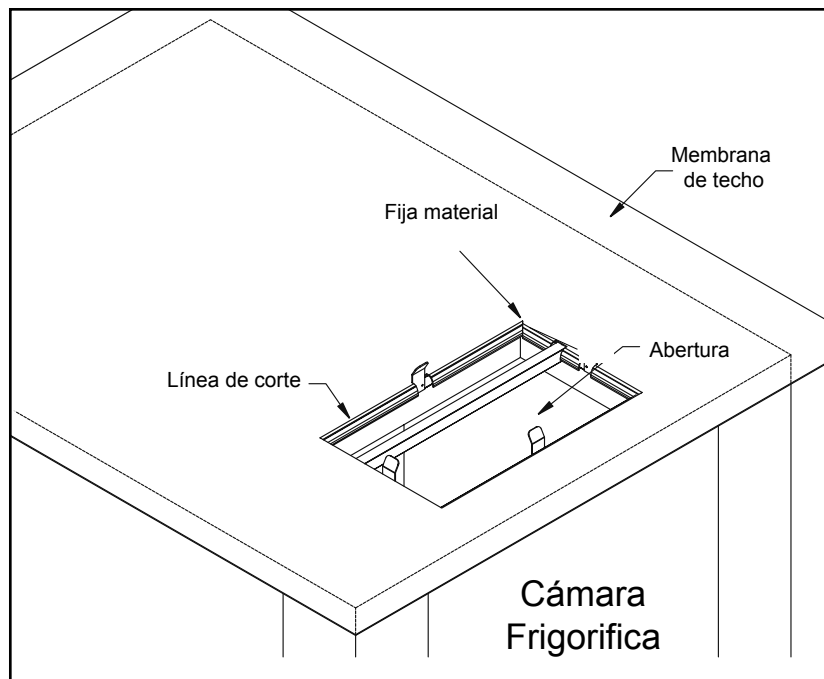

Figura 2
5. Retire el ensamblaje de la claraboya y taladre cuatro orificios de 9/16" (12 mm.) de diámetro a través de los dos ángulos superiores de la sección de la unidad de condensación. Taladre completamente a través de la pared de acceso e inserte las varillas de nylon enroscadas de 1/2" (12 mm.). Asegure con las arandelas planas y las tuercas provistas. Consulte la Figura 2.
3. Coloque el material de membrana de techo sobre las secciones de techos y cuadro portador, dejando una saliente de aproximadamente seis pulgadas (15 cm) en los cuatro lados de la cámara. Usando un cuchillo para uso general, haga un agujero en la membrana de techo de aproximadamente 1-1/2" (3,8 cm) desde el borde del cuadro portador de la abertura. (El agujero resultante en la membrana será menor que la abertura del techo). Doble las solapas de 1-1/2" (3,8 cm) de la membrana en la abertura, formando una muesca en la membrana alrededor de los localizadores y divisor. Use tornillos metálicos, masilla o pegamento, etc. para fijar el material de membrana de techo al interior del cuadro portador del marco. Vea la figura 2.